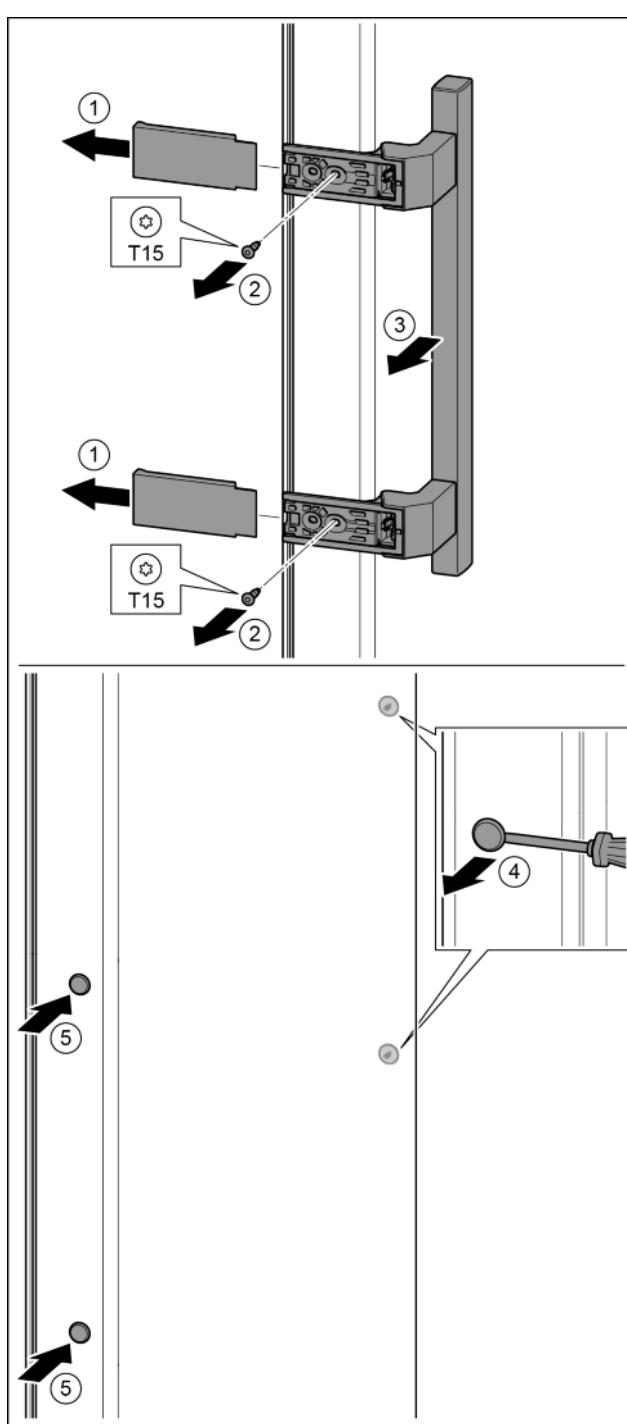

Fig. 20
- Skinite pokrov. Fig. 20 (1)
- Odvijačem T15 odvijte vijke. Fig. 20 (2)
- Skinite ručicu. Fig. 20 (3)
- Odvijačem oprezno podignite bočni čep i izvucite ga. Fig. 20 (4)
- Ponovo umetnите čep na drugoj strani. Fig. 20 (5)